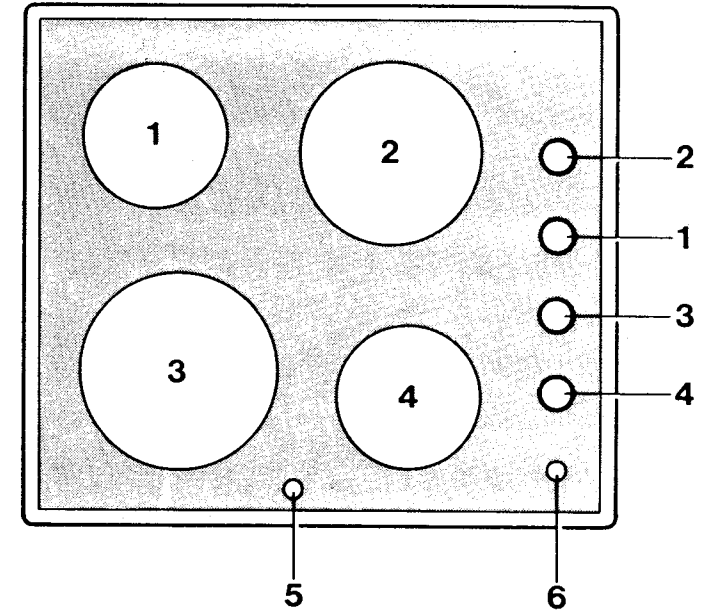
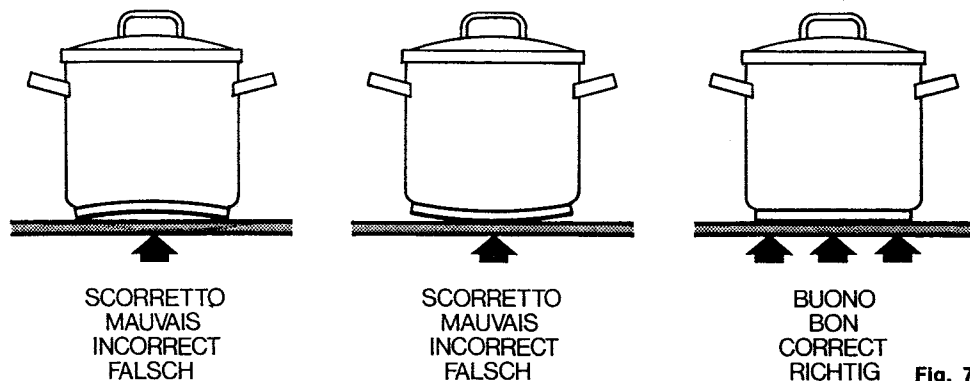

Fig. 1
Fig. 7
The equipment has 4 cooking areas of different diameters and powers. The positions are clearly indicated on the hob by circles; the diameters are indicated in fig. 1. Heating only occurs within the diameters marked on the hob.
For good efficiency and adequate energy consumption, it is essential to only use pans suitable for electric cooking; the bottoms must be very thick and perfectly flat (check with a straightedge) (fig. 7). The bottom diameter of the pans must at least equal the diameter of the circle marked on the hob on which they rest: if the diameter is smaller, there will be a waste of energy; it is much better that the diameter be larger. The bottom of the pan must also be clean and dry, as must the cooking hob. These indications are very important; if neglected, there will be a great waste of heat and, consequently, of energy. Furthermore, heat not absorbed by the pans will spread through the hob, through the frame and to the cabinet. This cooking hob is equipped with two warning lights, one at the front on the right side (pos. 6 fig. 1) which switches on when one or more cooking areas are powered. It switches off when the knob pointers are set to position (0).
The second warning light is at the front between the two cooking areas (pos. 5 fig. 1) and switches on when one or more heating areas exceed the temperature of approx. 60°C. This device shows whether one or more heating areas are still at a temperature of over 60°C after the hob has been used and when all the plates are off.
L'appareil est équipé de 4 zones de cuisson de diamètre et puissance différents. Les positions sont indiquées clairement par des cercles sur la table; les diamètres sont indiqués sur la fig. 1. Le réchauffement se produit uniquement dans les diamètres tracés sur la table.
Pour avoir un bon rendement et une consommation en énergie proportionnée, il est indispensable d'utiliser exclusivement des casseroles et des poêles appropriées à la cuisson électrique: le fond doit être très épais et parfaitement plat (contrôler à l'aide d'une règle) (fig. 7). Le diamètre du fond des récipients doit être au moins égal au diamètre du cercle marqué sur la table où il appuie: s'il est inférieur il y aura gaspillage d'énergie, mieux vaut qu'il soit plus grand. Le fond des casseroles et la table de cuisson doivent être propres et secs. Ces normes sont importantes. Si elles sont négligées, on aura une grande déperdition de chaleur et donc d'énergie; la chaleur qui n'est pas absorbée par les casseroles se propage sur la table, sur le cadre et même sur le meuble.
Cette table de cuisson est dotée de deux témoins: un placé sur le devant côté droit (pos. 6 fig. 1) qui s'allume lorsque une ou plusieurs zones de cuisson sont sous tension et qui s'éteint dès que tous les index des boutons sont sur la position (0).
Le second témoin placé sur le devant, entre les deux zones de cuisson (pos. 5 fig. 1), s'allume lorsque une ou plusieurs plaques dépassent la température de 60°C environ. Ce dispositif permet de savoir, après utilisation de la table et quand toutes les plaques sont éteintes, si la température d'une ou plusieurs zones de chauffage dépasse 60°C.
Das Gerät verfügt über 4 Kochzonen unterschiedlicher Leistung und unterschiedlichen Durchmessers. Die Positionen sind auf dem Kochfeld eindeutig durch Kreise festgelegt. Die Durchmesser der Kochzonen sind Abb. 1 zu entnehmen. Das Kochfeld wird nur innerhalb der auf ihm gekennzeichneten Kreise erhitzt. Um einen guten Wirkungsgrad zu erhalten und einen angemessenen Energieverbrauch zu erreichen, dürfen nur Kessel und Töpfe verwendet werden, die für Elektroöfen geeignet sind. Der Boden muß extra-stark und perfekt plan gearbeitet sein (das kann mit einem Regal geprüft werden) (Abb. 7). Der Bodendurchmesser des Kessels muß wenigstens so groß sein wie der Durchmesser der Kochzone, für den er verwendet werden soll. Wenn er nämlich kleiner ist, wird unnütze Energie verbraucht. Noch besser, wenn er leicht größer ist. Der Kesselboden muß außerdem sauber und trocken sein, wie auch das Kochfeld. Diese Punkte sind unbedingt zu beachten, das sonst viel Hitze und damit Energie verschwendet wird. Die Hitze, die nämlich nicht vom Kochtopf aufgenommen wird, wird dann vom restlichen Kochfeld, dem Geräterahmen und dem Einbaumöbel aufgenommen.
Dieses Kochfeld ist mit zwei Kontrolleuchten ausgestattet. Eine ist vorne auf der rechten Seite angebracht (Pos. 6, Abb. 1) und leuchtet auf, wenn eine oder mehrere Kochzonen eingeschaltet sind, und verlöscht, wenn alle Drehschalter auf Null (0) stehen.
Die zweite Kontrolleuchte ist vorn zwischen den beiden Kochzonen angebracht (Pos. 5, Abb. 1); und leuchtet auf, wenn eine oder mehrere Kochzonen eine Temperatur von etwa 60°C erreicht haben. Diese Anzeige dient somit dafür, zu wissen, ob nach Benutzung des Kochfelds und mit allen Kochzonen ausgeschaltet in einer oder mehreren Heizzonen noch eine Temperatur über 60°C vorhanden ist.
L'apparecchio è dotato di 4 zone di cottura, di diametro e potenza diversa. Le posizioni sono chiaramente indicate sul piano da cerchi; i diametri sono indicati nella fig. 1. Il riscaldamento avviene solo entro i diametri tracciati sul piano. Per avere un buon rendimento ed un consumo d'energia adeguato è indispensabile usare solo ed esclusivamente pentole e tegami adatti alla cottura elettrica: il fondo deve essere molto spesso e perfettamente piano (basta controllare con una riga) (fig. 7). Il diametro del fondo dei recipienti deve essere come minimo uguale al diametro del cerchio segnato sul piano dove appoggia: se è minore si avrà uno spreco di energia utile, molto meglio se è più grande.
Questo piano di cottura è dotato di due lampade spia, una posta anteriormente sul lato destro (pos. 6 fig. 1) che si accende quando una o più zone di cottura sono sotto tensione, si spegne quando tutti gli indici delle manopole sono sulla posizione (0).
La seconda lampada spia posta anteriormente tra le due zone di cottura (pos. 5 fig. 1) si accende quando una o più zone di riscaldamento superano la temperatura di circa 60°C. Questo dispositivo permette di sapere, dopo l'utilizzo del piano e con tutte le piastre spente, se in una o più zone di riscaldamento c'è ancora una temperatura superiore ai 60°C.